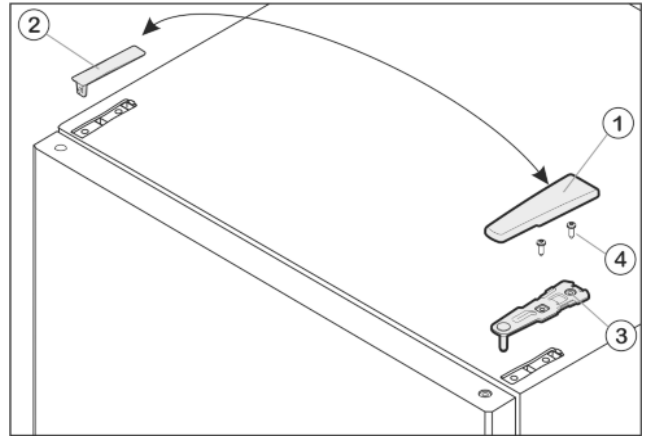

Fig. 8
- ▶ Потяните крышку Fig. 8 (1) вперед и вверх.
- ▶ Снимите крышку Fig. 8 (2).
- ▶ Открутите верхний опорный кронштейн Fig. 8 (3) (2 шт. Torx® 25) Fig. 8 (4) и вытяните вверх.
- ▶ Установите верхний опорный кронштейн Fig. 8 (3) на новой стороне шарнира и защелкните в дверце.
- ▶ Привинтите верхний опорный кронштейн (**с моментом 4 Нм**) (2 шт. Torx® 25) Fig. 8 (4). При необходимости проделайте отверстия или используйте аккумуляторную отвертку.
- ▶ Наденьте и защелкните крышку Fig. 8 (1) и крышку Fig. 8 (2) на противоположной стороне снаружи.